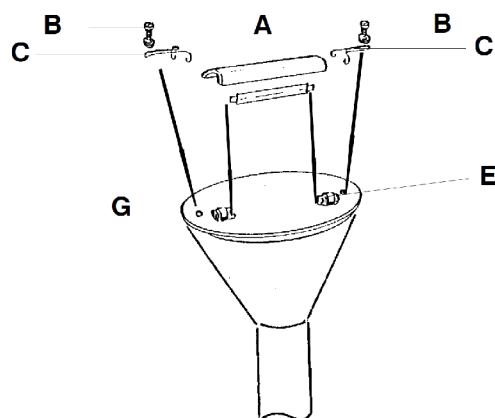

fig. 2
**INSERIMENTO / SOSTITUZIONE LAMPADINA (fig.2):** Inserire le lampadina D nel portalampada G. Inserire le mollette di sostegno C sul vetrino di protezione A. Montare il vetrino completo di mollette sul riflettore E, unire il tutto con le viti B. **Avvertenza:** Lo schermo di protezione A deve essere montato prima dell'accensione dell'apparecchio e deve essere tassativamente sostituito in caso di danneggiamento o di rottura.
**INTRODUCTION/REPLACEMENT AMPOULE (fig.2):** Insérer l'ampoule D dans la douille G. Insérer les pinces de soutien C sur le petit verre de protection A. Monter le petit verre pourvu de pinces sur le réflecteur E et les relier à l'aide des vis B. **Avis:** L'écran de protection A doit être monté avant d'allumer l'appareil et il doit être absolument remplacé en cas d'endommagement ou de rupture.
**BULB INSERTION / REPLACEMENT (fig.2):** Insert bulb D in lamp holder G. Insert supporting pins C in protective glass A. Assemble the glass complete with pins on reflector E and fix the whole with screws B. **Note:** Protection shield A must be assembled prior to the switching on of the fixture and must be absolutely replaced in case of damage or breakage.
**EINFÜGUNG / ERSATZ DER GLÜHLAMPE (Abb.2):** Die Glühlampe D in die Lampenfassung G einsetzen. Die Halteklammer C auf das Schutzglas A einsetzen. Das mit den Halteklammern versehene Schutzglas am Reflektor E anbringen, und mit den Schrauben B festziehen. **Vorsicht:** Den Schutzschirm A muß vor der Einschaltung des Geräts installiert werden, und er muß unbedingt bei Beschädigung oder Bruch ausgewechselt werden.
**INTRODUCCIÓN/SUSTITUCIÓN BOMBILLA (fig.2):** Introducir la bombilla D en el portalámparas G. Introducir las pinzas de soporte C en el vidrio de protección A. Montar el vidrio equipado con pinzas en el reflector E, unir el conjunto con los tornillos B. **Advertencia:** La pantalla de protección A se debe montar antes del encendido del aparato y se debe absolutamente sustituir en caso de daño o rotura.